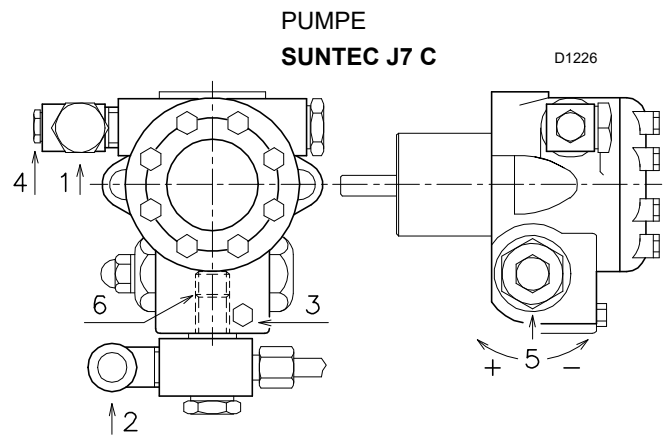

Abb. 22
Die Pumpen verfügen über einen Bypass, der Rücklauf und Ansaugleitung miteinander verbindet. Sie sind am Brenner installiert und der Bypass wird mit der Schraube 6) (Abb. 22) geschlossen.
- Damit sich die Pumpe selbst einschalten kann, muss die Schraube 3)(Abb. 22) an der Pumpe gelockert werden, damit der Ansaugschlauch entlüftet werden kann.